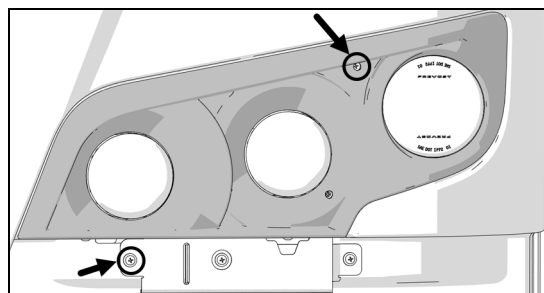

FIGURE 77: VIS DE FIXATION DU MODULE D'ÉCLAIRAGE
- Retirer les deux vis (FIGURE 77) fixant le module et faire pivoter le module d'éclairage ensemble vers le bas.
1. Retirer les deux vis (FIGURE 77) fixant le module et faire pivoter le module d'éclairage ensemble vers le bas.
1. Retirer les deux vis de fixation (FIGURE 77) et pivoter l'ensemble d'éclairage vers le bas.